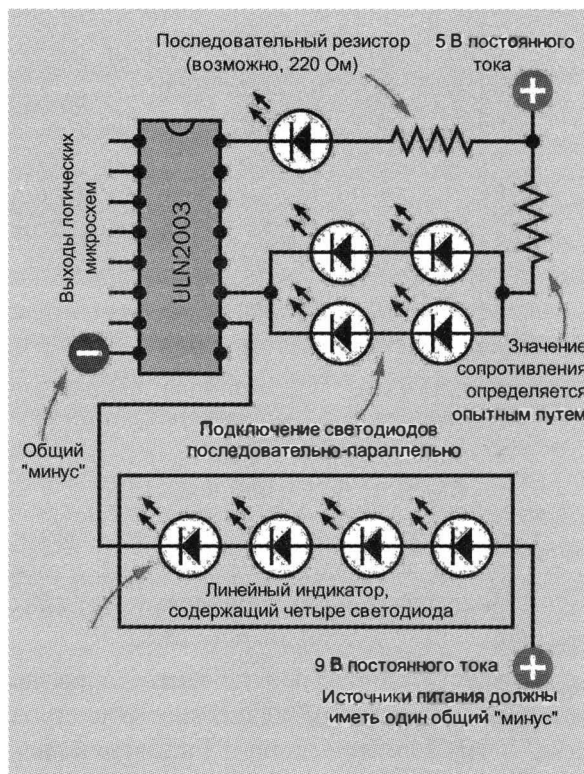

Рис. 28.10. Три разных способа подключения светодиодов к микросхеме массива пар Дарлингтона
На рис. 28.10 показаны три разных способа подключения светодиодов через микросхему массива пар Дарлингтона.
- ♦ подключите четыре крайних светодиода в каждом отрезке гексаграмм последовательно-параллельно — как показано в схеме на рис. 28.10;